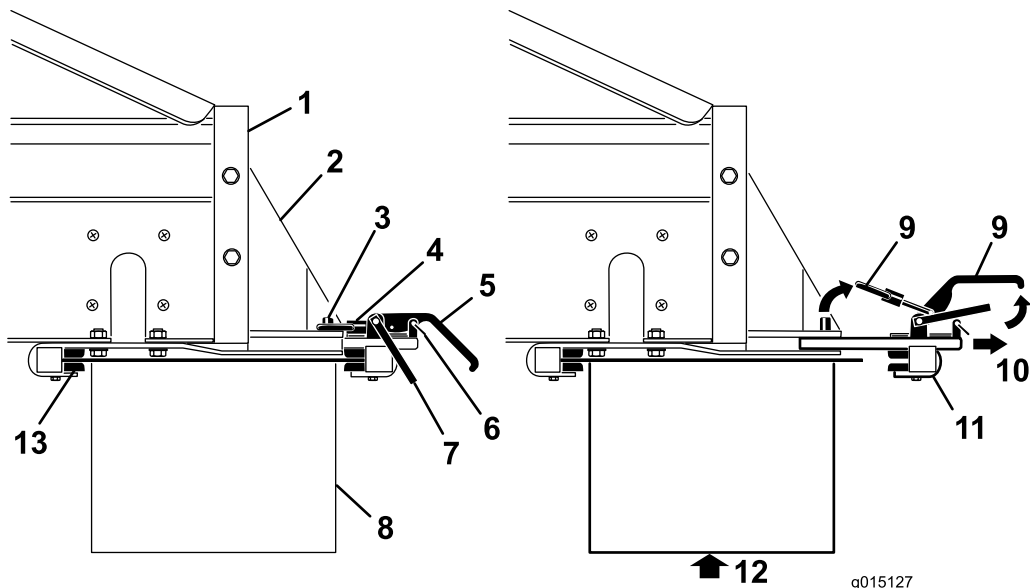

图 41
1. 卸下锁紧手柄 (图 41) 上的安全门夹。
2. 提起安全门然后提起附件连接锁紧手柄再从锁销中放开锁环 (图 41)。
3. 将后部的附件连接锁紧组件滑出快速连接槽 (图 41)。
4. 在他人的协助下将位于机器后部的双甩盘的前端插入固定架前部的锁紧装置 (图 41)。
5. 在为双甩盘提供支撑的同时将后部附件连接锁紧组件滑回支架的槽内并位于尾端上方 (图 41)。
7. 将安全门夹安装到锁紧手柄 (图 41)。